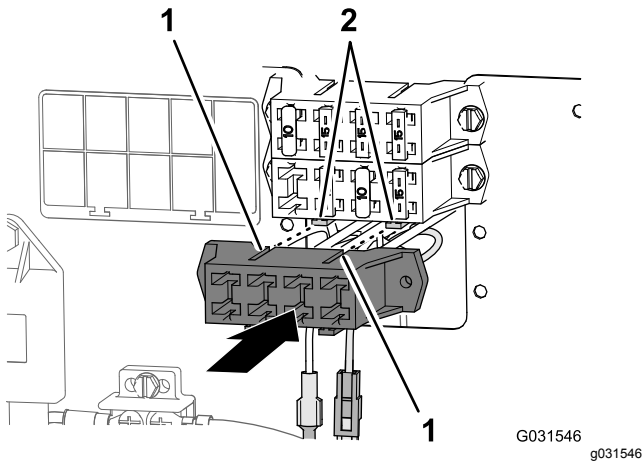

图 205
- 将辅助保险丝盒上的插槽与机器保险丝盒的安装法兰对齐 图 205。